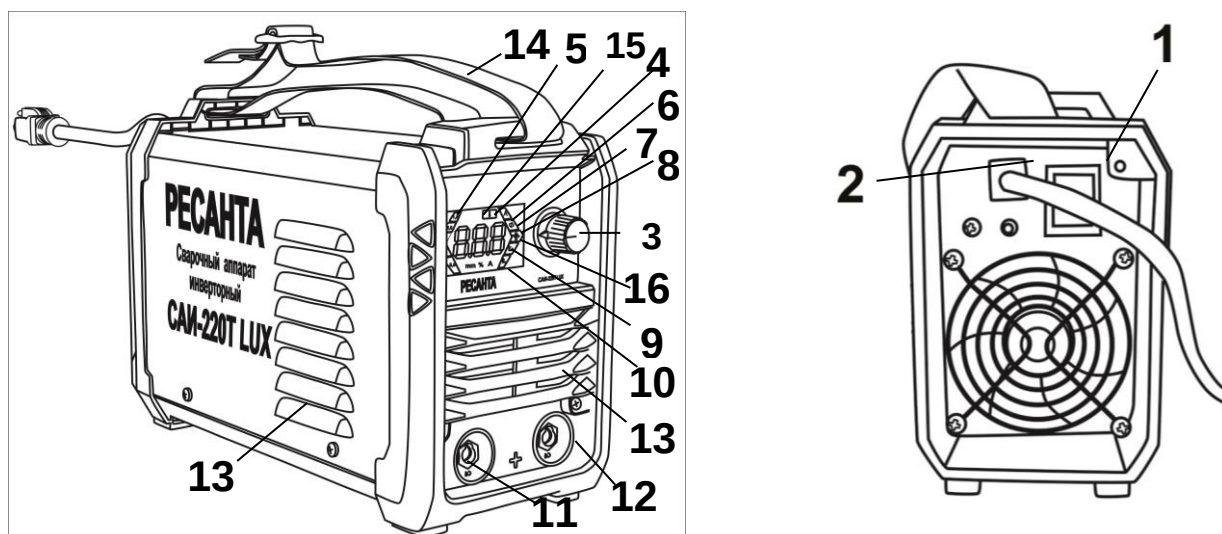
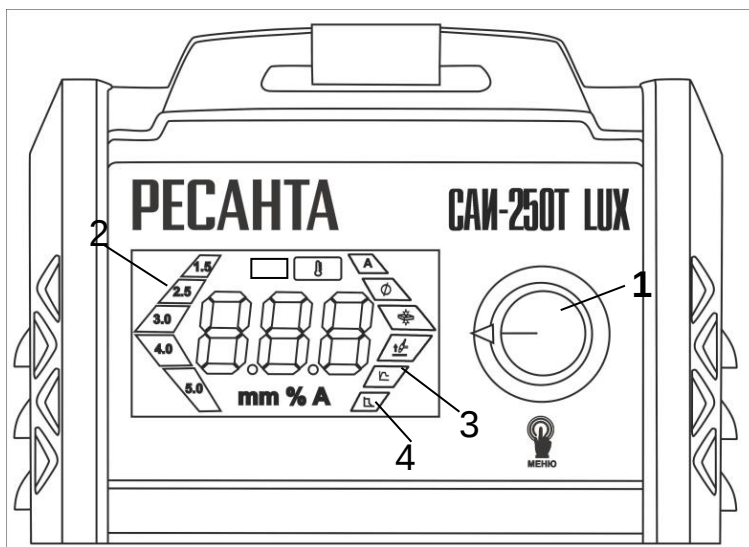

Рис. 1. Общий вид
Рис.2 Управление режимами/функциями ручной регулировкой
2. Регулировка сварочного тока осуществляется вращением регулятора 1(рис.1). При этом на дисплее будет отображаться рекомендуемый диаметр электрода 2(рис.2).
3. Регулировка параметров функции «Горячий старт» 3 (рис.2) осуществляется регулятором 1(рис.2). Регулировка осуществляется в диапазоне от 1 до 10, где каждая цифра означает увеличение тока в % («1» означает увеличение выставленного на дисплее тока на 10%, «2» - на 20%, ... «10» - означает увеличение выставленного тока на дисплее в 2 раза. При максимальном токе данный параметр увеличиваться не будет.
4. Регулировка параметров функции «Форсаж дуги» 4(рис.2) осуществляется регулятором 1(рис.2), регулируя величину форсажа дуги в диапазоне от 1 до 10, где каждая цифра означает увеличение тока в % («1» означает увеличение выставленного на дисплее тока на 10%, «2» - на 20%, ... «10» - означает увеличение выставленного тока на дисплее в 2 раза. При максимальном токе данный параметр увеличиваться не будет.
- После зажигания дуги старайтесь сохранять расстояние между рабочей поверхностью (Вашей деталью) и электродом приблизительно равное диаметру самого электрода примерно 3 – 5 мм. Необходимо соблюдать это расстояние постоянно во время сварки. Угол наклона электрода от вертикальной оси должен быть от 20° до 30° (Рис 8 (рис.2)).